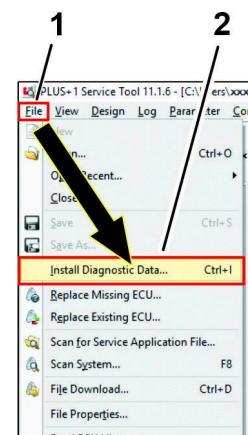

Figura 41
2. Haga clic en el ícono ARCHIVO, y en la lista desplegable, haga clic en el ícono INSTALAR DATOS DIAGNÓSTICOS . . . (Figura 41).